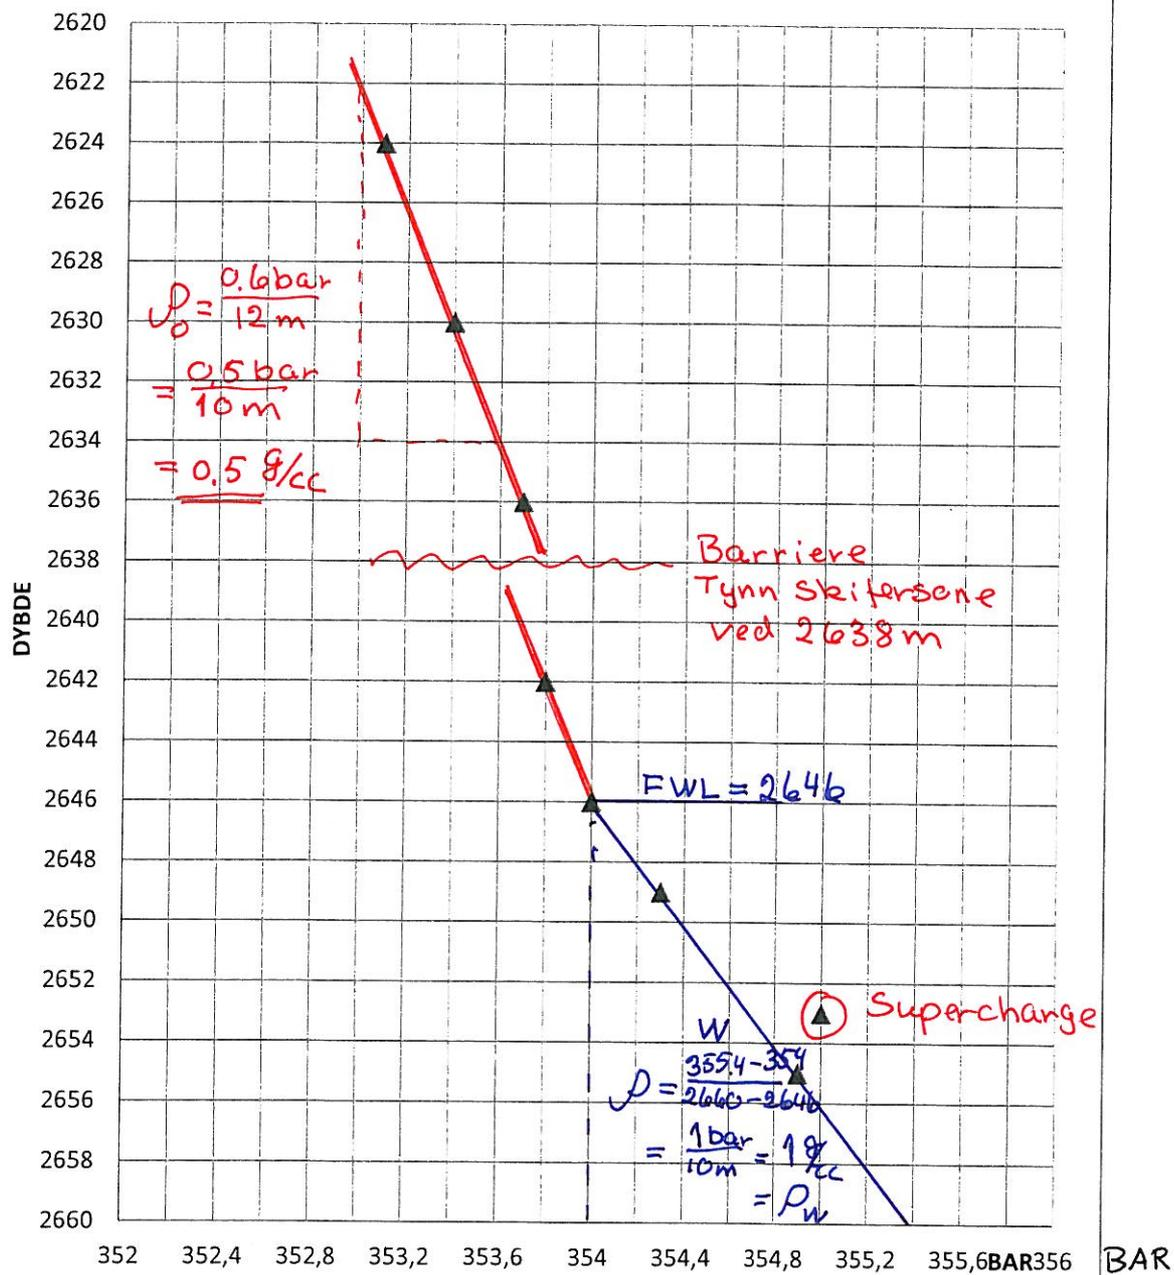

Fig. 3.4 Dybde vs. trykk (bar)
② Punktet med dybde 2653 m viser supercharge (Fig. 3.4)
③ - Trykkplottet (Fig. 3.4) viser trykkelbarriere ved den tynne skifer sonen ved 2638.
④ FWL fra logger er 2646-2648 (Fig. 3.1) og fra trykkplott 2646 m (Fig. 3.4)
⑤ FWL, in OWC, prod OWC
⑥ $\rho_w = 1 \text{ g/cc}$ $\rho_o = 0.58 \text{ g/cc}$ (Se Fig. 3.4)
⑦ Trykkplottet (Fig. 3.4) viser ~~108 bar~~ overtrykk (ca. 90 bar) 2646 m - 354 bar